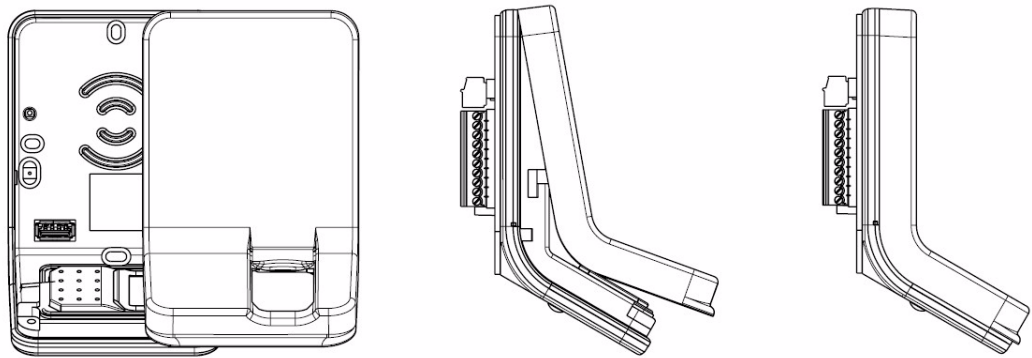

Figure 3.23: Mise en place de la face avant fumée
12. Placer la face avant fumée sur le corps du terminal, en mettant d'abord la partie supérieure, puis la partie inférieure (voir Figure 3.23).